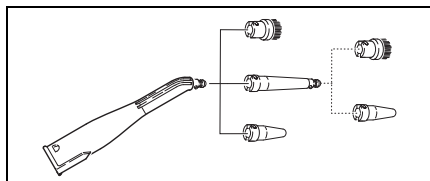

Fig. 8
- La buse à jet crayon (D1) peut également être utilisée avec la rallonge (D2), la brosse ronde (D3) ou la buse de puissance (D4) (voir fig. 8). Pour cela, placer les deux encoches de l'embout sur les crans de la buse à jet crayon, et tourner dans le sens des aiguilles d'une montre jusqu'au déclic.